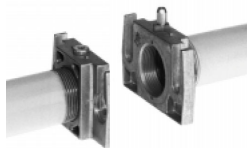

Fig. 8
1. Allentare le viti A e B **non** svitare (Fig. 8 e Fig. 9).
2. Svitare le viti C e D (Fig. 8 e Fig. 9).